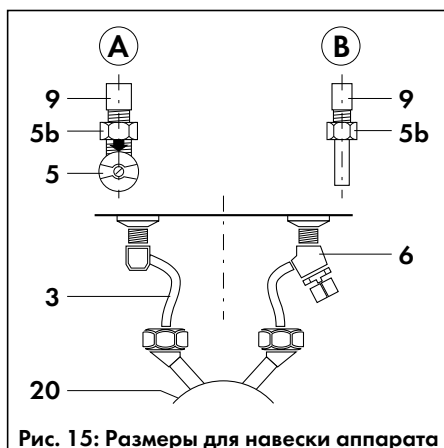
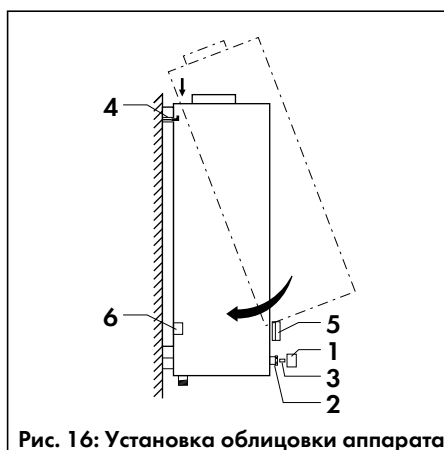

Рис. 15: Размеры для навески аппарата
Рис. 16: Установка облицовки аппарата
- Установив прокладки, навинтите накладки гайки предварительно смонтированных подсоединений водопровода холодной и горячей воды (6) и (3) на соответствующие штуцеры водяного блока аппарата (20), как показано на рис. 15, и затяните резьбовые соединения.
- Если предусмотрена установка арматуры непосредственного разбора № 9011, подсоедините её к водяному блоку аппарата (20), вывинтив предварительно резьбовые заглушки для слива.
- Если не предусмотрен удалённый водоразбор от аппарата, заглушите штуцер для подключения водопровода горячей воды в водяном блоке аппарата (20).
- Наденьте облицовку на держатели (4), как показано на рис. 16, и установите её в нижние направляющие (6).
- Накрутите по часовой стрелке крепёжную гайку (2) на корпус шпинделя (3) и затяните её.
- Оденьте ручки поворотного переключателя (5) и регулятора температуры (1).